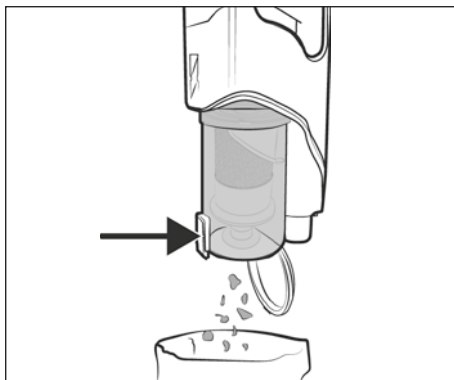

Abb. 19
- 2) Halten Sie den Staubbehälter **7** in einen Abfalleimer und drücken Sie die Staubbehälterdeckel-Entriegelungstaste **8**. Der Staubbehälterdeckel **9** öffnet sich und der Inhalt wird in den Abfalleimer entleert (siehe Abb. 19). Schliessen Sie anschließend den Staubbehälterdeckel **9**.